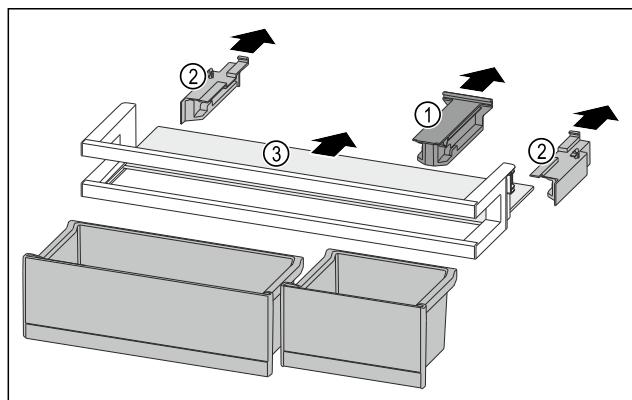

Fig. 97
- ▶ Retirer la pièce de retenue Fig. 97 (1).
- ▶ Retirer les parties latérales Fig. 97 (2).
- ▶ Retirer la tablette de rangement Fig. 97 (3).